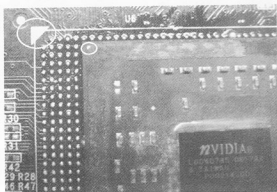

图 5-23 第一脚位置
(9) 把 GPU 位置对好，看清第一脚的位置，如图 5-23 所示。